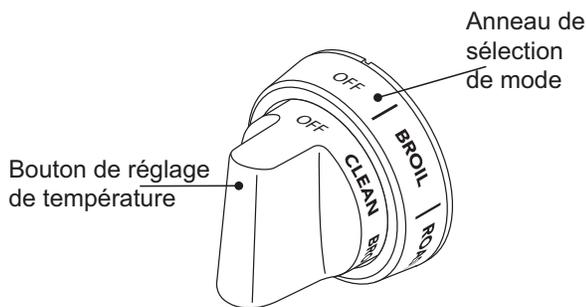

Figure 32 : Anneau de sélection de mode et bouton de réglage de température
2. Réglez l'anneau de sélection de mode (Figure 32) à Bake (cuisson au four), Convection Bake (cuisson par convection) ou Roast (rôtissage).